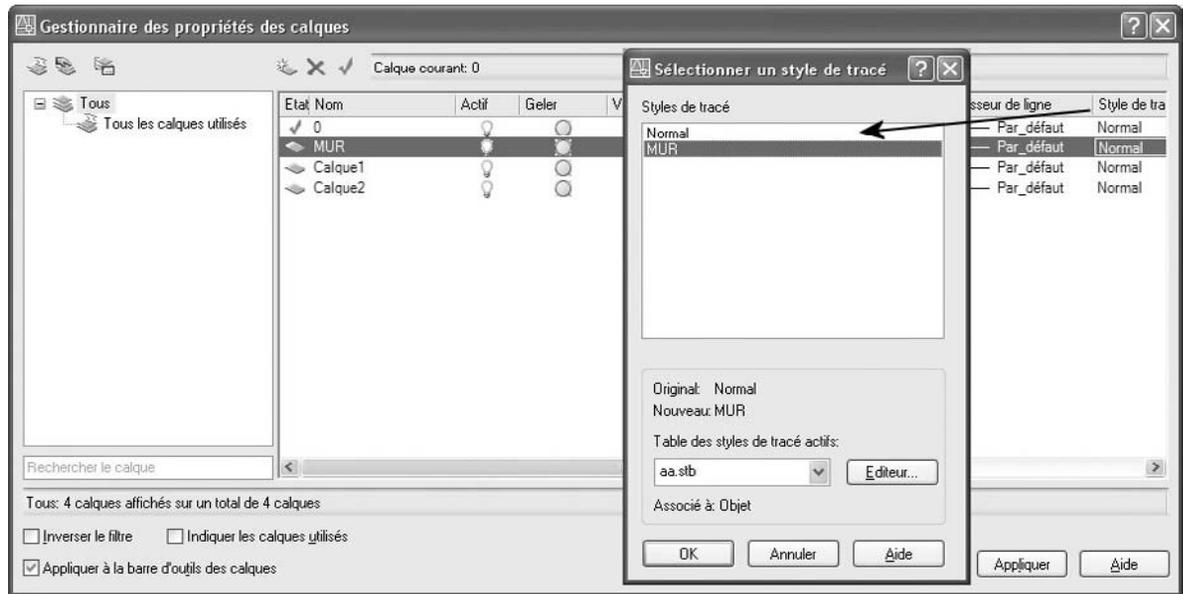

Fig.23.6
- 2 Dans la boîte de dialogue **Gestionnaire des propriétés des calques** (Layer Properties Manager), sélectionner le calque à modifier (fig.23.6).